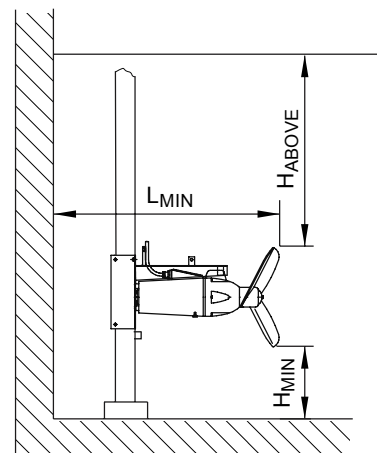

Рис. 6
- Зазор между наружной окружностью лопастей пропеллера и поверхностью днища резервуара необходимо выдерживать в пределах 20-40 см, смотрите H_{MIN} на рис. 6.
- Расстояние от поверхности жидкости до наружной окружности лопастей пропеллера должно составлять не менее половины диаметра пропеллера, смотрите H_{ABOVE} ($H_{верх}$) на рис. 6.
- Расстояние между наружной окружностью лопастей пропеллера и поверхностью стены позади мешалки должно составлять не менее двух диаметров пропеллера, смотрите L_{MIN} на рис. 6.